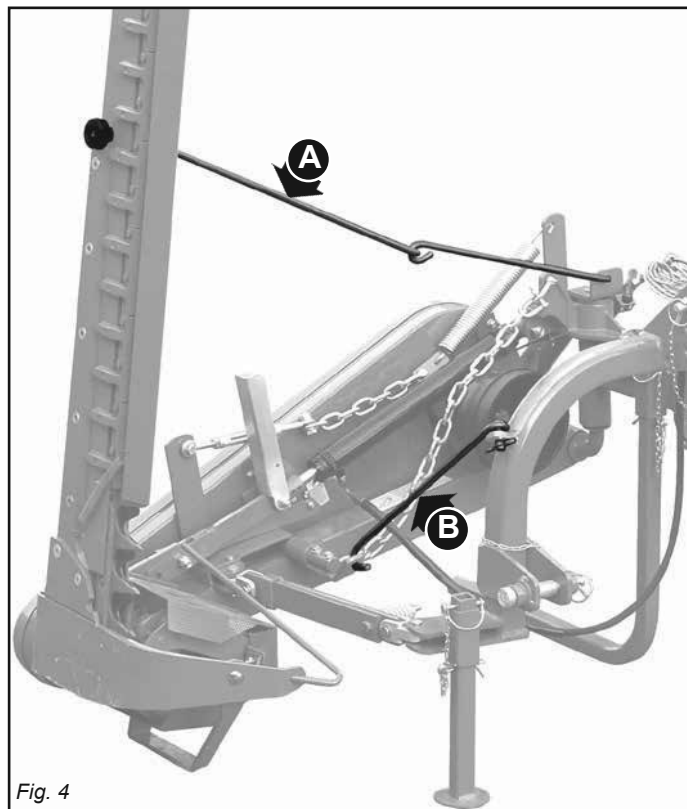

Fig. 4
- 34) Lors du transport, fixez les barres de relevage par les chaînes et tendeurs; soulever la barre de coupe; accrochez-la au moyen du tirant (A, Fig. 4); mettez aussi le crochet de sécurité (B, Fig. 4); couvrez les lames de coupe et le sabot extérieur au moyen des protections; soulever la faucheuse; mettez le levier de commande du relevage hydraulique en position de blocage.